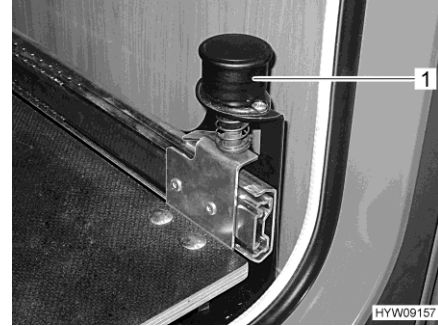

Fig. 130 Bouton avec arrêt à gaz
- Tirer le bouton (Fig. 130,1) vers le haut. L'extension du compartiment à gaz est déverrouillée.